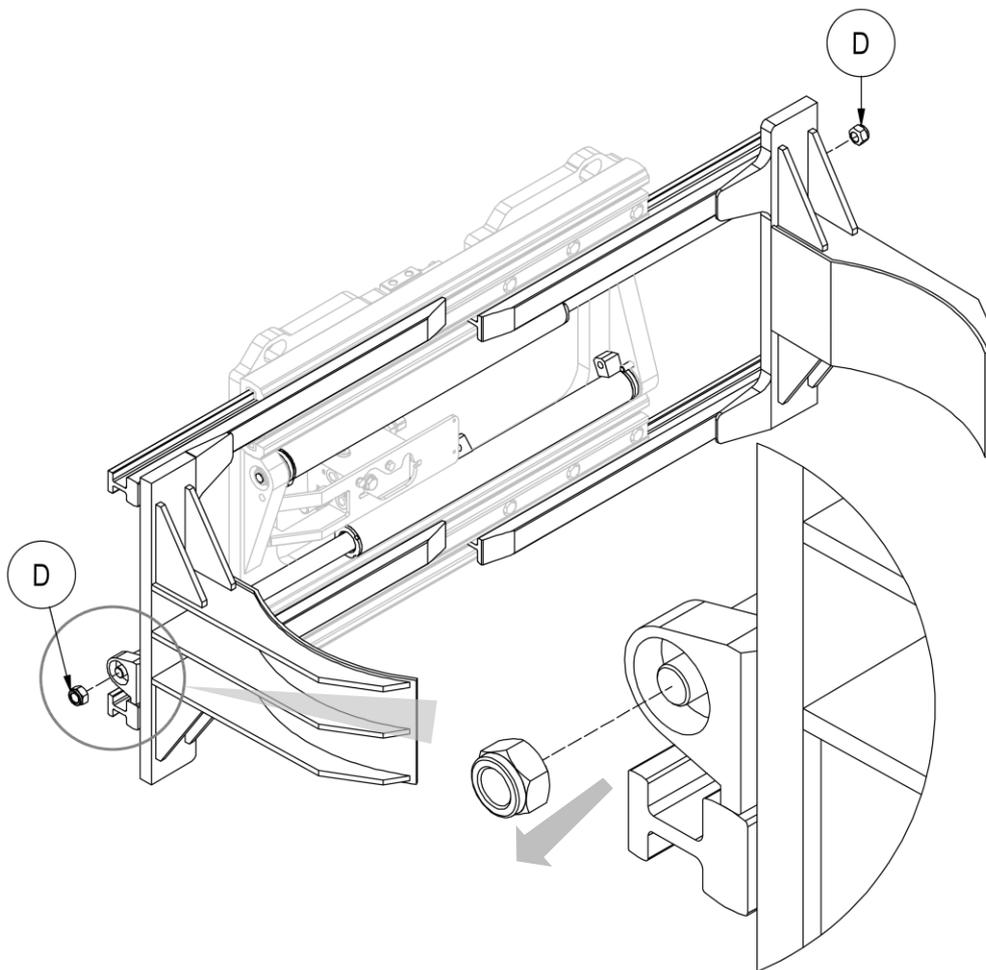

Abbildung 47
3. Schrauben Sie die Muttern **D**, mit denen die Zylinder an den Gabelzinken befestigt sind, ab (siehe *Abbildung 47*).